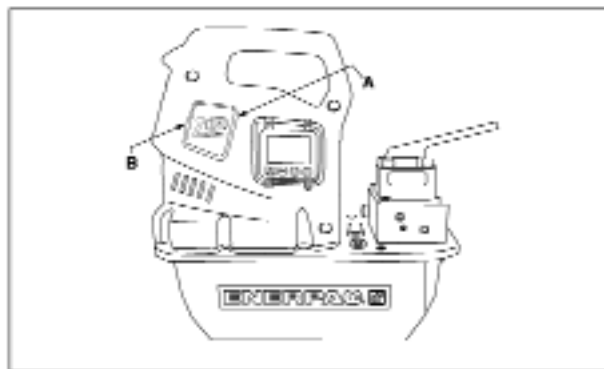

图11，拆除电刷盖
2. 偏转电刷盖的销子（B），慢慢地向外撬，即可拆除两个电刷盖（A）（见图11）。
在打开保护罩之前先断开装置的电源。从前支架拆除半个LCD保护罩以及一个小孔插座。将导线穿过正面的支架，连到电源板上（见图11），并确保消除应力。再将此半个保护罩装上。